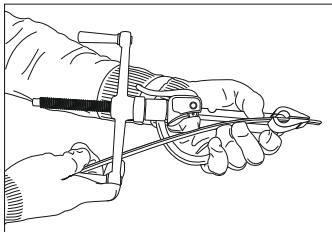
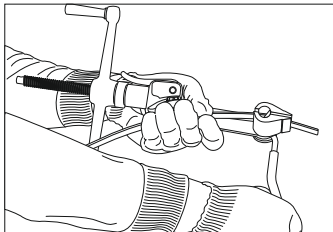

Рисунок 2
Рисунок 3
4.1 Отрежьте необходимое количество стальной ленты. Для этого можно воспользоваться встроенным в инструмент режущим устройством, для чего необходимо движущуюся рукоятку, расположенную возле приёмного паза, прижать к корпусу, затем поместить стальную ленту в отрезное устройство (рисунок 2) и путём отжима рукоятки ножа от корпуса инструмента отрезать стальную ленту (рисунок 3).